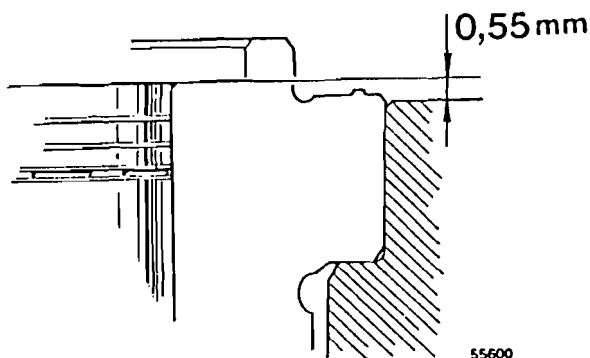

Fig. 120
- Controlar la altura del pistón sobre el plano del bloque, que no ha de ser superior a 0,55 mm, véase la fig. 120.